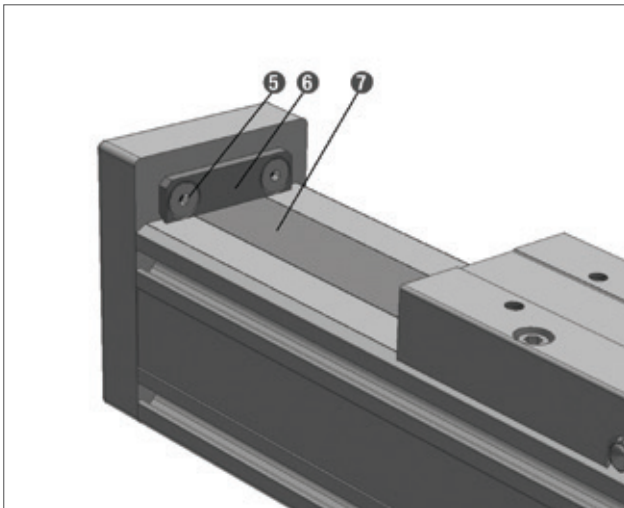
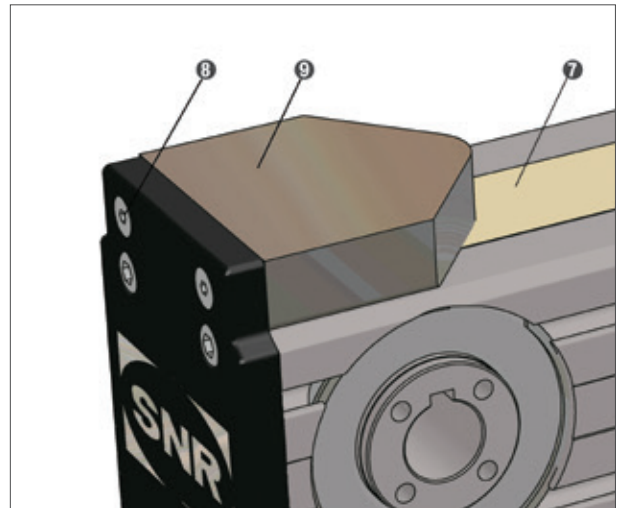

Bild 4.14 — Abdeckbandbefestigung Spindelachsen
Bild 4.15 — Abdeckbandbefestigung Zahnriemenachsen
2. Bei Linearachsen mit Spindeltrieb (Bild 4.14) die Schrauben der Bandklemmung **3** und **5** demontieren und die Bleche zur Bandklemmung **4** und **6** entfernen. Bei Linearachsen mit Zahnriemenantrieb (Bild 4.15) die Befestigungsschrauben der Endlagendämpfer **8** demontieren und die Endlagendämpfer **9** entnehmen.